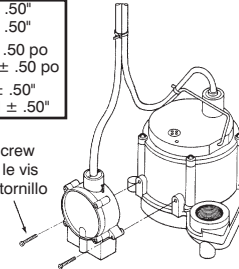

Figure 2
2. For installation on Little Giant 6-CIM-R or 6-CBM-R pumps, refer to Figure 2. Attach the RS-5LL directly to the 6 series pump housing using the two slot drive screws provided, as shown in Figure 2. Use the cable ties provided to secure the power cords together. To ensure proper operation of pump and switch, place pump on a solid surface in water at least 1 inch deep.
2. Pour l'installation des pompes 6-CIM-R ou 6-CBM-R de Little Giant, consulter la Figure 2. Fixer le RS-5LL directement au boîtier de la pompe de série 6 à l'aide des deux clous vrillés fournis, tel qu'illustré à la Figure 2. Utiliser les attaches de câble fournies pour fixer les cordons d'alimentation ensemble. Pour s'assurer du bon fonctionnement de l'interrupteur et de la pompe, placer cette dernière dans au moins 3/4 po d'eau, sur une surface stable.